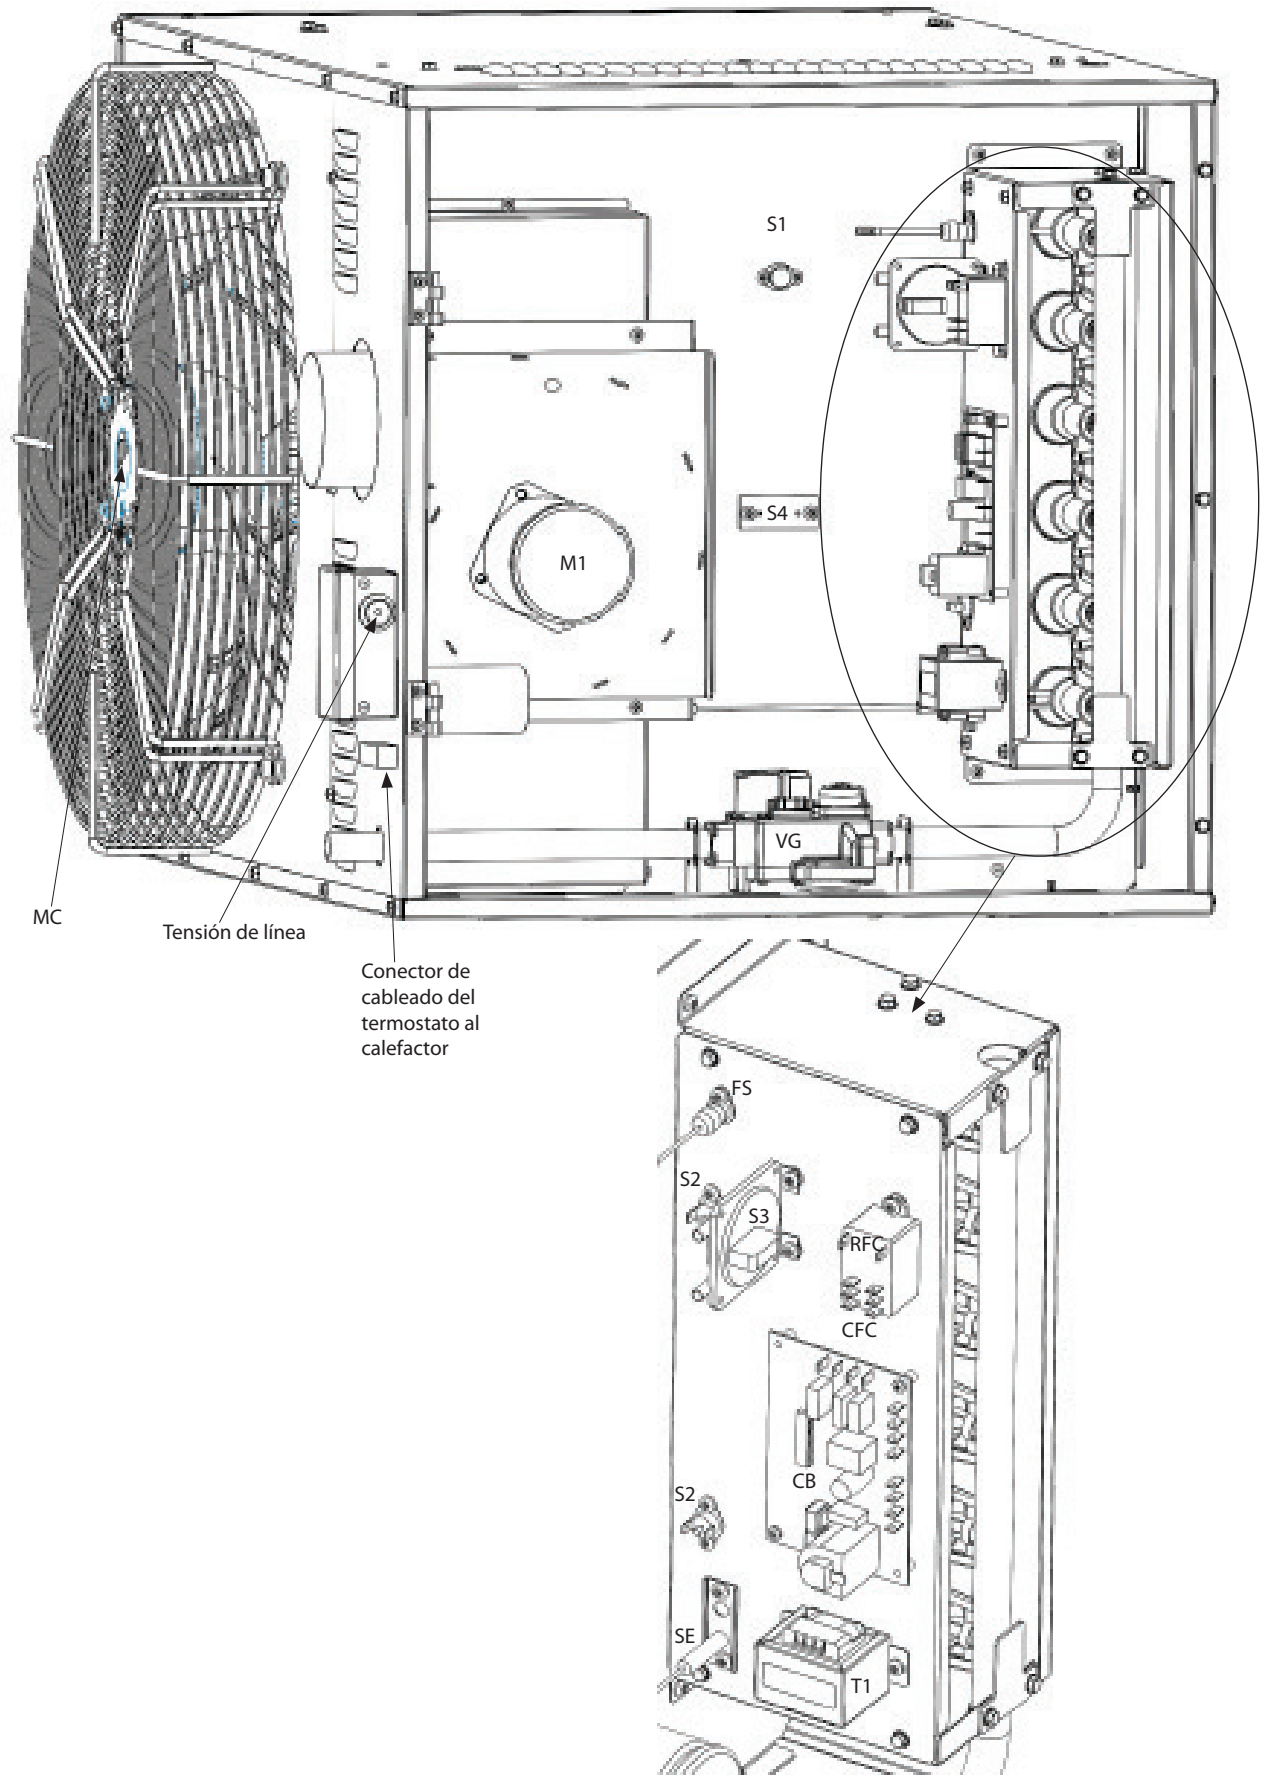

FIGURA 10
- Haga las conexiones al voltaje de línea como se indica en la Figura 10. Conecte el cableado del lugar como se indica en el diagrama de cableado de la unidad. También, consulte el diagrama típico de este manual.